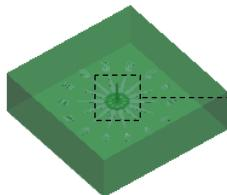
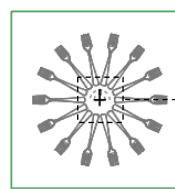

图 23.11 分流道
图 23.12 截面草图
Step3. 创建图 23.11 所示的分流道。
(1) 单击 **模型** 功能选项卡 **切口和曲面** ▾ 区域中的 **拉伸** 按钮，在操控板中，确认“实体”按钮 被按下。
① 定义草绘截面的放置属性。在绘图区域右击，从系统弹出的菜单中选择 **定义内部草绘...** 命令；然后选择 MAIN_PARTING_PLN 基准平面作为草绘平面，草绘平面的参考平面为 MAIN_RIGHT 基准平面，方位为 **右**，单击 **草绘** 按钮，进入截面草绘环境。
② 绘制截面草图。绘制图 23.12 所示的截面草图；完成特征截面的绘制后，单击“草绘”操控板中的“确定”按钮 。
(2) 在操控板中选取深度类型为 (即“定值”拉伸)，输入深度值 2.0。
(3) 在“拉伸”操控板中单击 按钮，完成特征的创建。